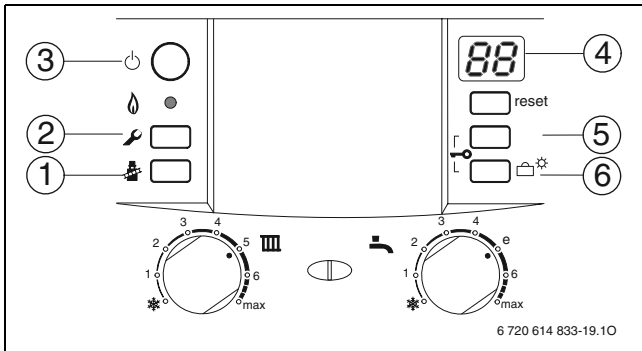

Fig. 36 Panoramic view of the operating elements
- Premere più volte il tasto (5) o il tasto (6) (→ fig. 36) finché non viene visualizzata la funzione di servizio desiderata.
- Premere contemporaneamente i tasti «eco» e (→ fig. 36) per 3 sec. (durante quest'operazione il display visualizza finché il display non mostra nuovamente cifra.lettera, ad es. 8.A).
- Premere più volte il tasto (5) o il tasto (6) (→ fig. 36) finché non viene visualizzato il valore desiderato della funzione di servizio.
- ▶ Tenere premuti contemporaneamente i tasti (5) e (6) (→ fig. 36, pagina 31) per 3 sec. (il display visualizza ) finché il display non visualizza una funzione di servizio del primo livello ad es. 1.A.